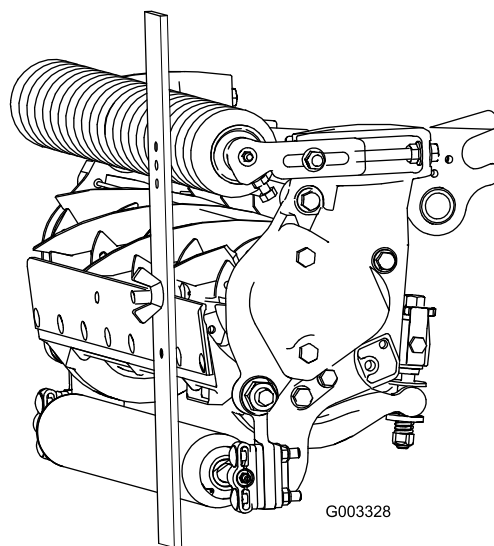

図 16
3. ゲージバーのネジ頭を下刃の切っ先に引っかけ、バーの後端を後ローラに当てがう (図 16)。
4. バーの前端がローラに当たるように、調整ネジで調整する (図 16)。ローラ全体が下刃と平行になるように、ローラの両側を均等に調節する。